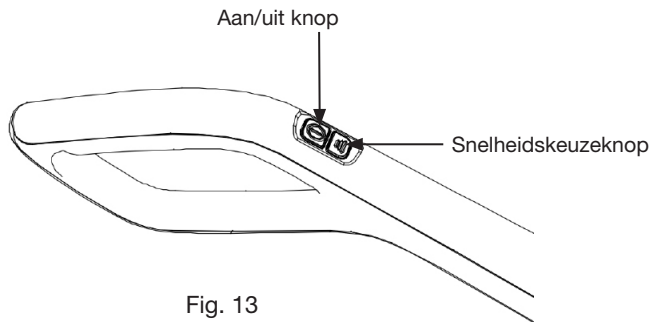

Fig. 13
1. Druk één keer op de aan/uit knop achter op de handgreep (Fig. 13). Het apparaat begint standaard te werken in de hoge snelheidstand en het oplaadlampje licht blauw op.
2. Druk op de snelheidskeuzeknop om over te schakelen naar de lage snelheid (Fig. 13). Druk nogmaals op deze knop om over te schakelen naar de hoge snelheid. U beschikt over een gebruiksduur van 60 minuten op lage snelheid en van 30 minuten op hoge snelheid.